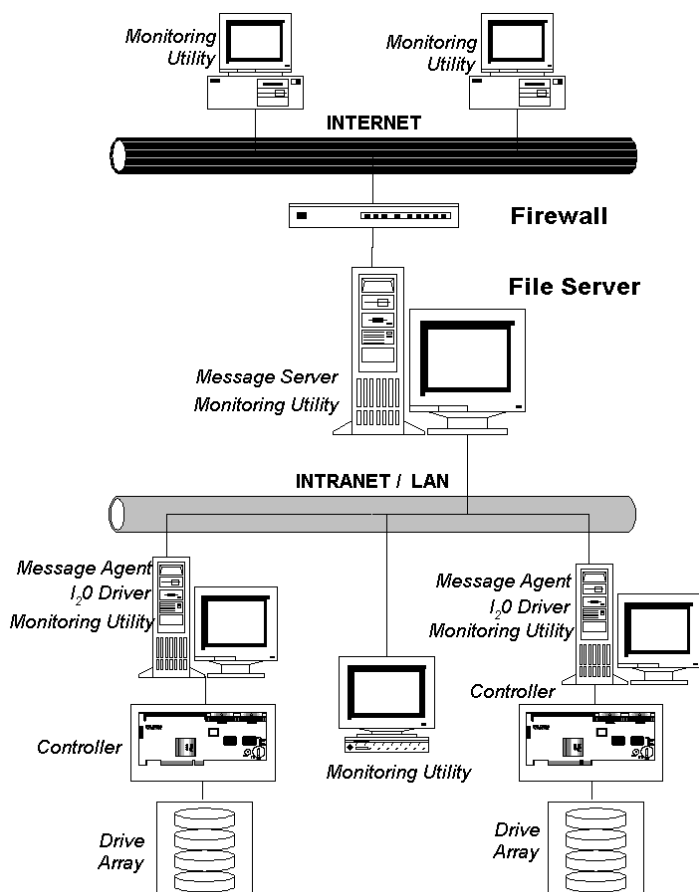

Figure 17 : Installation typique des composants logiciels SuperCheck
Un installation typique des composants logiciels de SuperCheck sur un réseau peut ressembler à celle de la Figure 17 en page 37. Les principaux éléments de ce réseau sont (de haut en bas) :
- (1) **Utilitaire SuperCheck** – L'utilitaire de surveillance SuperCheck (c'est l'interface graphique que vous utiliserez) peut être installé sur n'importe lequel des éléments du système muni d'une connexion TCP/IP sur lequel vous désirez effectuer vos tâches de surveillance. Dans le cas illustré à la Figure 17, l'utilitaire SuperCheck est installé sur le serveur principal de fichiers, sur les deux postes de travail SuperTrak100, sur deux systèmes éloignés et reliés au réseau par Internet, et sur un système interne. *REMARQUE : pour des raisons de sécurité, les fonctions de maintenance de l'ensemble ne peuvent être effectuées que sur l'emplacement du serveur d'un ensemble SuperTrak100 et elles sont inaccessibles à partir des autres consoles.*
- (2) **Serveur de messages** - Le logiciel du serveur de messages sert de liaison principale entre les ensembles SuperTrak qui résident sur le réseau, le réseau local de type Intranet / LAN (par l'intermédiaire de protocoles TCP/IP) et les postes de surveillance éloignés communiquant par l'intermédiaire de l'Internet. pour la surveillance éloignée via Internet, le composant serveur de messages doit être installé sur une machine qui a une adresse IP unique et qui est « visible » depuis l'Internet (comme dans notre exemple). à partir de sa position au centre du nœud de communications, le logiciel du serveur de messages permet d'interagir avec tous les ensembles SuperTrak se trouvant sur le LAN et il permet à tous les éléments du système (lorsque l'interface graphique utilisateur est installée) de visualiser ces ensembles. Le serveur de fichiers sur lequel le logiciel du serveur de messages est installé peut héberger ou non un ensemble SuperTrak. Dans notre exemple de la Figure 17, ce n'est pas le cas. L'une des raisons pour cela est sans doute que le serveur de fichiers ne tourne pas sous Windows NT 4.0.
- (3) **Message Agent** - Le logiciel Message Agent doit être installé sur chacun des serveurs de fichiers qui héberge un ensemble SuperTrak. Message Agent communique à la fois avec le serveur de messages et le contrôleur SuperTrak100. Le fait d'installer Message Agent installe automatiquement le pilote de dispositif I₂O. *REMARQUE : tous les postes de travail comportant SuperTrak100 doivent tourner sous Windows NT 4.0/2000. Les opérations de maintenance sur les ensembles de disques SuperTrak ne peuvent être effectués que sur ces postes.*